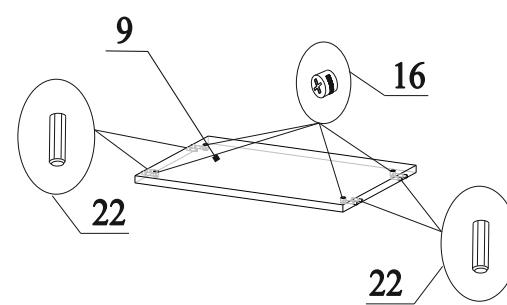

Рис.8
16. В отверстия на детали 9 вставить эксцентрики 16 стрелками к торцевым отверстиям (рис.8);